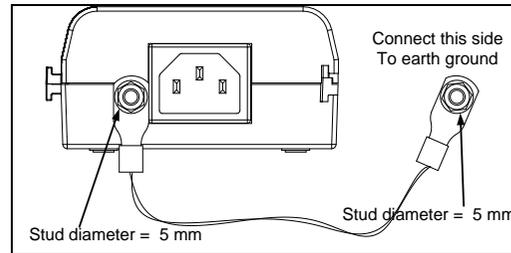

Abbildung 2: Anschluss der Bolzen an die Erdung
3. Verbinden Sie die Gehäuseschraubenverbindung mit der Haupt-Gehäuseinfrastruktur, wie in Abbildung 2 gezeigt.